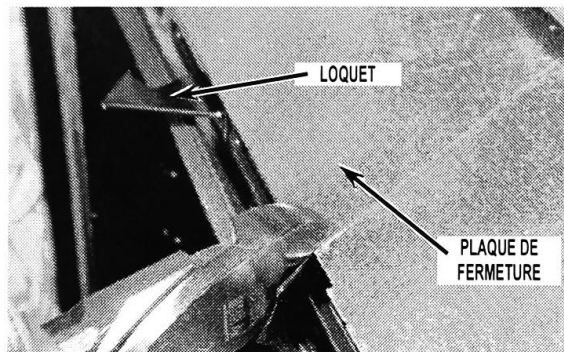

Figure 1
- Utiliser une cisaille de ferblantier; couper à droite et à gauche la rive avant de la plaque de fermeture dans le conduit d'extraction d'air. (Voir Figure 1)